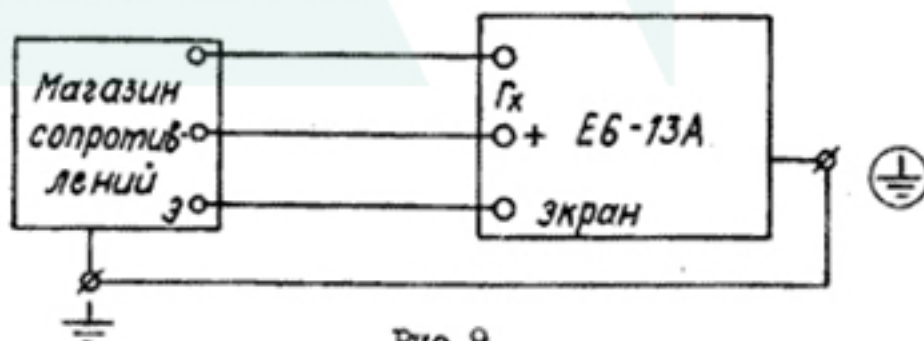

Рис. 9
12.4.3.1. Определение основной погрешности произведите на поддиапазонах  $10^3, 3 \cdot 10^3, 3 \cdot 10^6$  и  $10^7$  Ом на всех числовых отметках шкал. На остальных поддиапазонах погрешность определите на конечных числовых отметках шкал, а также на поддиапазонах, где определены наибольшая и наименьшая погрешности (наибольшая положительная и отрицательная погрешности), путем сравнения показаний испытуемого прибора со значением образцовой меры по схеме соединений, приведенной на рис. 9.